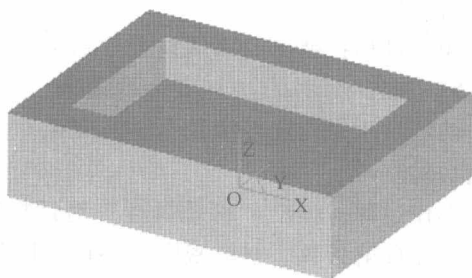

图 1-11
(3) 拾取长方体的上表面→按 F2 键→按 F5 键→单击“矩形”图标→【中心_长_宽】→在【长度 =】栏中输入“60”→在【宽度 =】栏中输入“40”→输入矩形中心坐标(0,0)→回车(得到 60×40 矩形)→按 F2 键(退出“草图状态”,特征树上新增“草图 1”)→按 F8 键→单击“拉伸除料”图标→在【深度】栏中输入“10”→单击【确定】按钮,结果如图 1-11 所示。